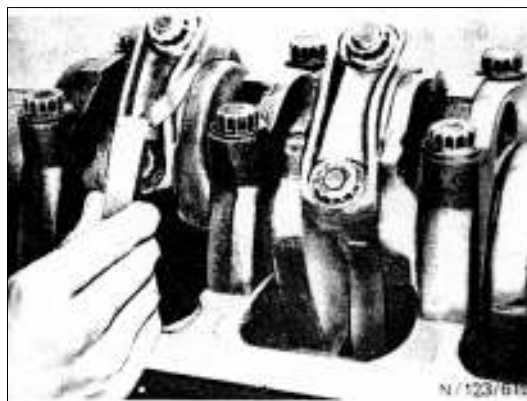

РИС. 41
13) Проверьте осевой зазор шатуна (боковой зазор) и расстояние между днищем поршня (в ВМТ) и верхней поверхностью блока цилиндров. Они должны находиться в установленных пределах (рис. 41).